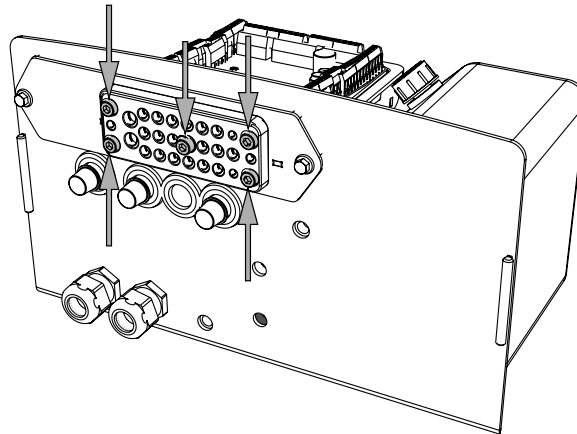

Figura 72. Los cinco tornillos del pasacables
1. Afloje los cinco tornillos del pasacables, véase Figura 72. A continuación, ya será posible montar, desmontar y ajustar los cables en el pasacables. Al realizar el montaje de un cable, este debe hacerse junto con el cableado existente utilizando una brida para cables.
1. Cuando todos los cables se hallen en el lugar adecuado del pasacables, apriete los cinco tornillos, véase Figura 72.